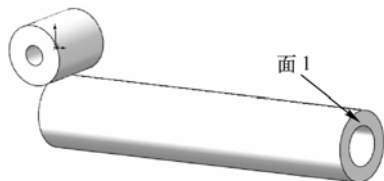
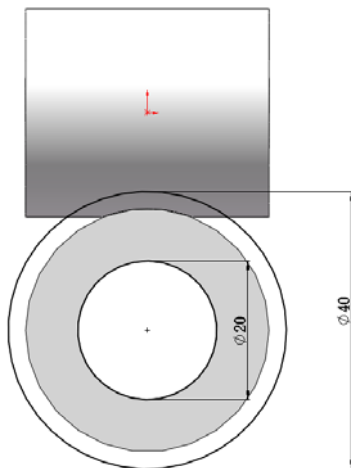

图 13-61 拉伸实体 2
图 13-62 绘制草图 3
(5) 拉伸实体 2。选择菜单栏中的“插入”→“凸台/基体”→“拉伸”命令，或者单击“特征”工具栏中的（拉伸凸台/基体）按钮，此时系统弹出“凸台-拉伸”属性管理器。设置拉伸终止条件为“给定深度”，输入拉伸距离为“180 mm”，然后单击（确定）按钮，结果如图 13-61 所示。
(6) 绘制草图 3。在视图中选择如图 13-61 所示的面 1 作为绘制图形的基准面。单击“草图”工具栏中的（圆）按钮，绘制并标注草图如图 13-62 所示。